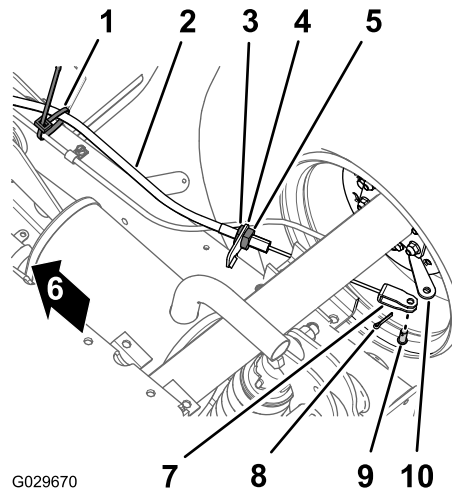

Bild 40
1. Entfernen Sie an der Unterseite der Maschine die Kabelbinde, mit der der Feststellbremszug an der Betriebsbremsenleitung befestigt ist (Bild 40).
2. Markieren Sie einen Drehstreifen an der vorderen Klemmmutter für den Feststellbremszug (Bild 40).
3. Lockern Sie die hintere Klemmmutter und nehmen den Zug von der Bremszughalterung ab (Bild 40).
4. Entfernen Sie den Splint und den Lastösenbolzen, mit denen die Lastöse für den Feststellbremszug am Bremsbetätigungshebel ist, und schließen Sie den Zug vom Hebel ab (Bild 40).
1. Verlegen Sie den Gewindeeinsteller des Feststellbremszugs zur Bremszughalterung und den Lastösenbolzen zum Bremsbetätigungshebel (Bild 40).
3. Fluchten Sie den Gewindeeinsteller des Feststellbremszugs mit der Bremszughalterung aus und ziehen die hintere Klemmutter an (Bild 40).